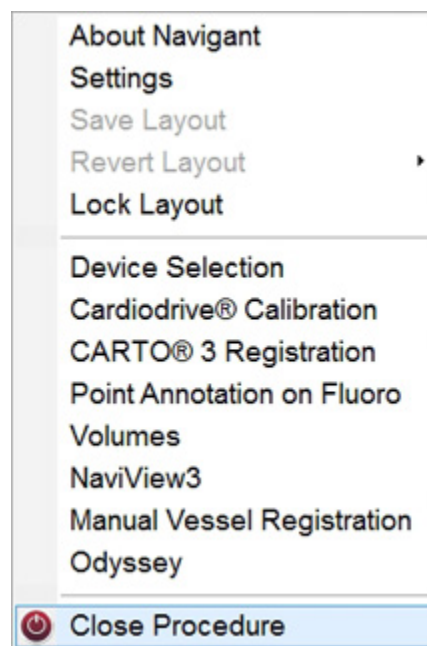

Figure 85. Exemple de menu des options du système
① Options du système. Ce bouton affiche le menu des options du système (**Figure 85**) :
Remarque : Pour les systèmes avec l'éditeur de présentation, cette option remplace les trois options de « présentation » visibles sur l'exemple de la Figure 85.
Accédez au menu des options du système en cliquant sur le bouton options du système sur la barre d'outils d'état du matériel (Figure 89). Plusieurs options sont affichées (voir aussi Figure 85).